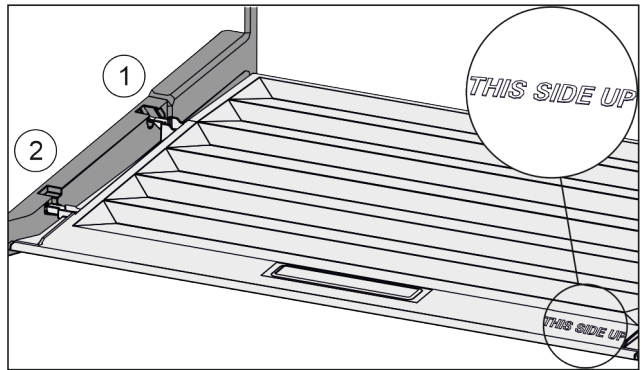

Fig. 39
- Deckelstege über Öffnung der hinteren Halterung Fig. 39 (1) einführen und vorne in Halterung Fig. 39 (2) einrasten.